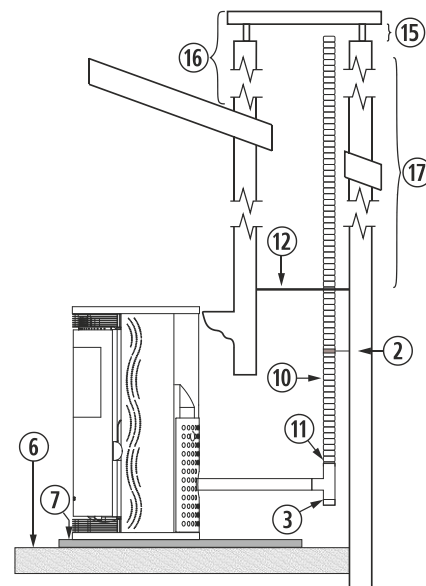

Figura 16
4.30. A instalação de um encastrável numa chaminé de obra pode ser feita em toda a sua totalidade em tubo flexível, tal como indicado na *figura 16*. Devemos ter especial cuidado na hora de realizar o isolamento entre a chaminé e o tubo da saída de gases para evitar possíveis retrocessos de gases em caso de tempestade.
②	Abraçadeira de união de aço inox.
③	Tê de 90° com registro.
⑥	Chão de madeira.
⑦	Protector de chão incombustível.
⑩	Tubo de aço inox flexível.
⑪	União adaptadora de flexível a rígido.
⑫	Isolante anti-retrocesso.
⑮	Mínimo 200mm.
⑯	Deve ultrapassar o teto em 1 metro.
⑰	Superior a 8m, aumentaremos uma medida.